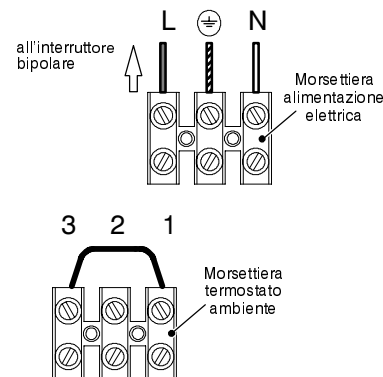

fig. 5.13
- 1 Collegare il cavo di alimentazione elettrica proveniente dall'interruttore onnipolare alla morsettiere di alimentazione elettrica della caldaia fig. 5.13 rispettando la corrispondenza della linea (filo marrone) e del neutro (filo azzurro).
Per il collegamento di un termostato ambiente servirsi della morsettiere termostato ambiente della caldaia fig. 5.13